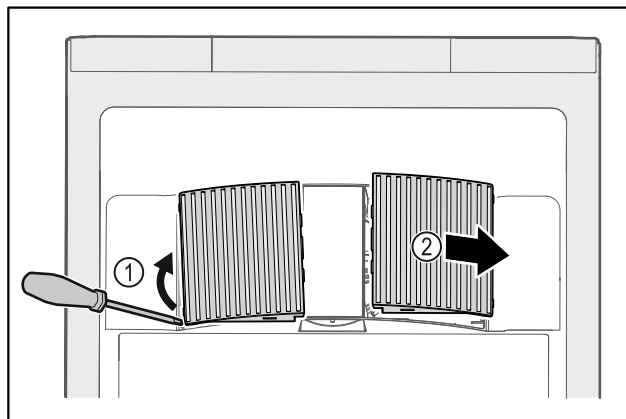

Fig. 146
- ▶ Abrir cuidadosamente las cubiertas del ventilador haciendo palanca por un lado Fig. 146 (1) y retirarlas hacia delante Fig. 146 (2).